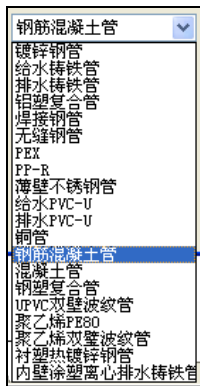

图 6-19 “管线材料”菜单
- “管线材料”选项：单击选项文本框，在弹出的下拉列表中可以选定管线的材料，如图 6-19 所示。